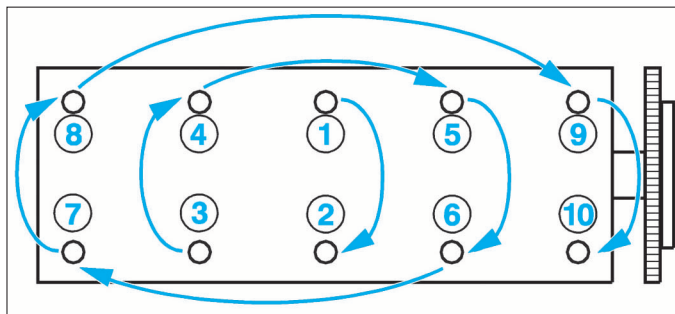

FIG. 49
- Serrer les vis de culasse en respectant l'ordre et le couple de serrage prescrit (Fig.49)